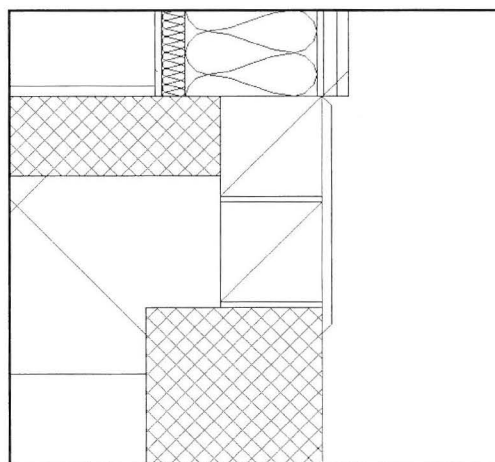

Fig. 15.19. Blokkene skal ende med at se sådan ud.
- Tryk Esc en enkelt gang og tegn også en tilsvarende skrå linie i den anden blok (Fig. 15.19).